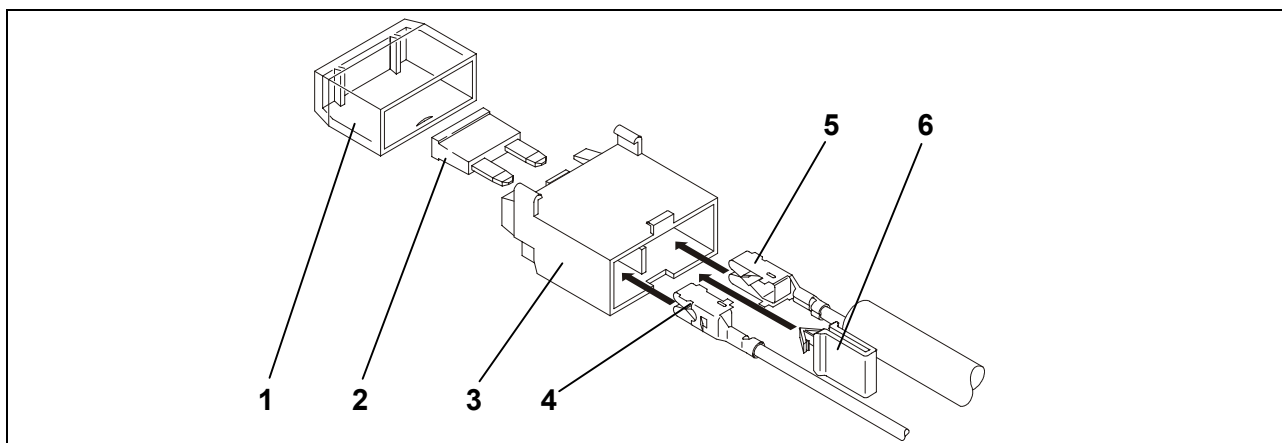

Abb. 2: Zusammenbau Sicherungshalter
21. Die Flachsteckhülse der roten Leitung (Abb. 2/5) aus dem Leitungsstrang und der beiliegenden roten Einzelleitung (Abb. 2/2) in den Sicherungshalter einrasten.
22. Den gelben Clip (Abb. 2/6) einsetzen.
24. Sicherung (Abb. 2/2) einsetzen und Abdeckung (Abb. 2/1) aufstecken.